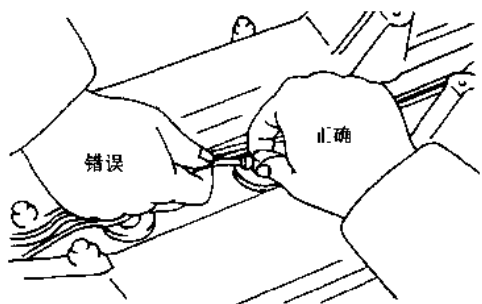

图 2-8 检查导线连接情况
(1) 检查蓄电池接线等是否可靠。
(2) 检查点火线圈插接器和点火线路是否良好 (图 2-8)。